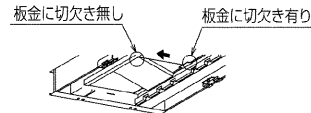

図5
(2) 脱臭フィルターの取外し
①脱臭フィルターを図5に示すように板金に切欠き無しの方に押し込み図6のように取外します。